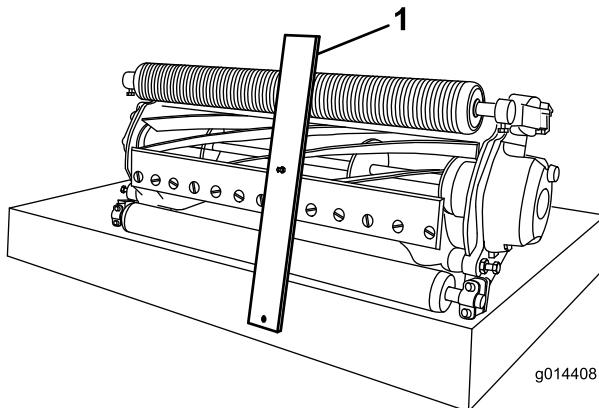

図 11
2. 刈高ゲージのボルトの頭を下刃の先端に引っかけ、バーの後端を後ローラに当てるがう図 11。